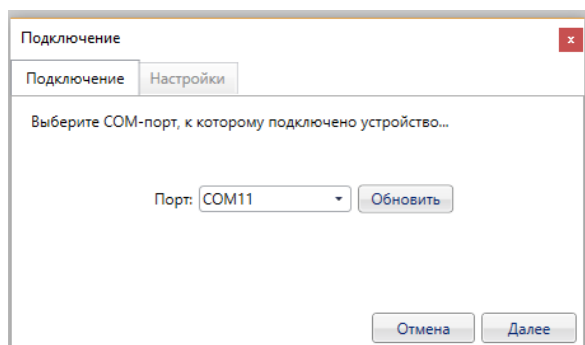

Рисунок 5.3
- в всплывающем диалоговом окне выбрать СОМ-порт, к которому подключено РУНО 3, и нажать «Далее» (рисунок 5.3);